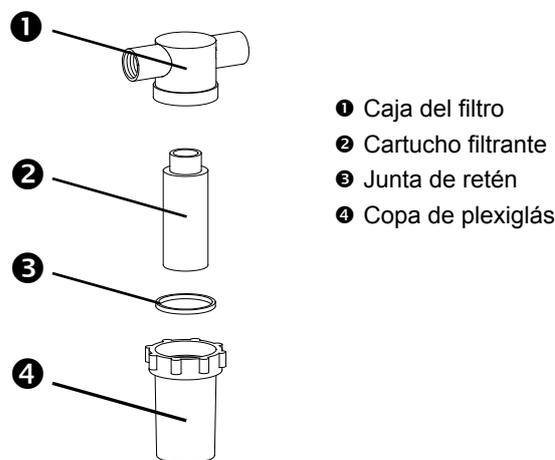

Fig. 7. Filtro de agua
- Desenroscar la copa de plexiglás (4, fig. 7) de la caja del filtro (1, fig. 7) en sentido antihorario.
- Retirar el elemento de filtración (2, fig. 7) y sustituirlo por otro nuevo (art. N° 502.0891.0).